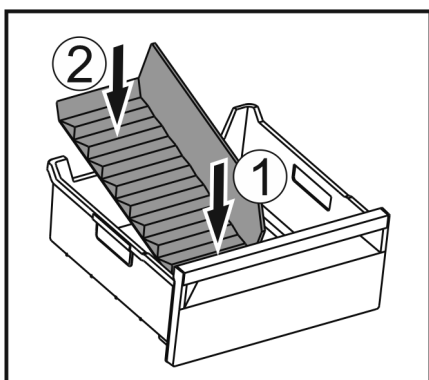

Fig. 127
- Sätt in frysfacksdelarens främre del. Fig. 127 (1)
- Sänk ned frysfacksdelarens bakre del till lådans botten. Fig. 127 (2)